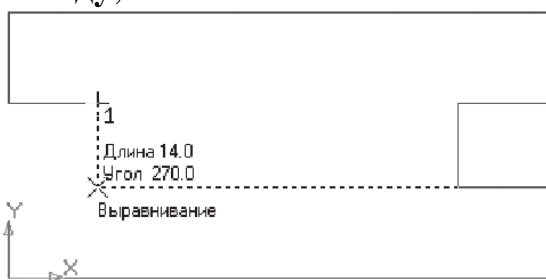

Рис. 2.9.
- викличте клацанням ПКМ локальну прив'язку вирівнювання і зафіксуйте наступний вертикальний відрізок (рис. 2.9);